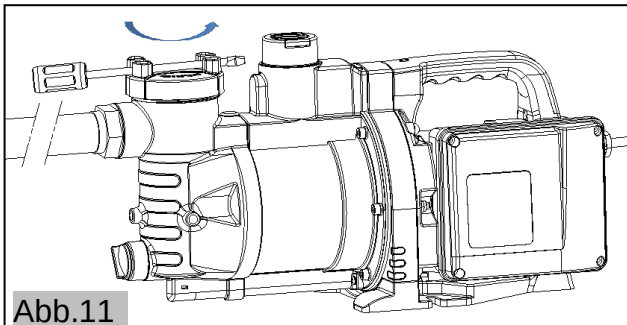

Abb.11
- (1) Öffnen Sie den Filterdeckel, indem Sie ihn gegen den Uhrzeigersinn drehen. Sie können einen Schraubenzieher zur Hilfe nehmen (Abb.11).